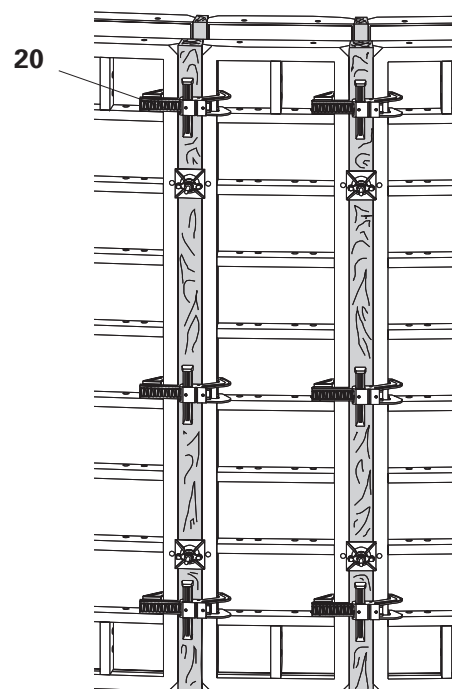

Fig. 76
- Sæt ikke formlås BFD **20** på formprofilerne. Fig. 76